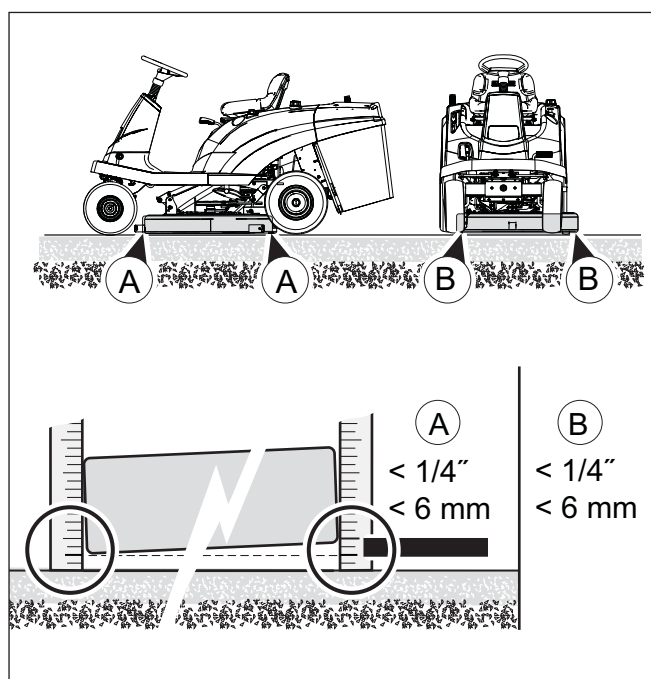

Figure 28
10. Mesurer la distance de la surface au bas du plateau de coupe de la tondeuse à l'avant et à l'arrière. Les mesures doivent se trouver dans les 6,4 mm (1/4 po) (voir **A, Figure 28**). Dans le cas contraire, répéter les étapes 4 à 10.
- a. Les mesures doivent se trouver dans les 6,4 mm (1/4 po) (voir **A, Figure 28**).